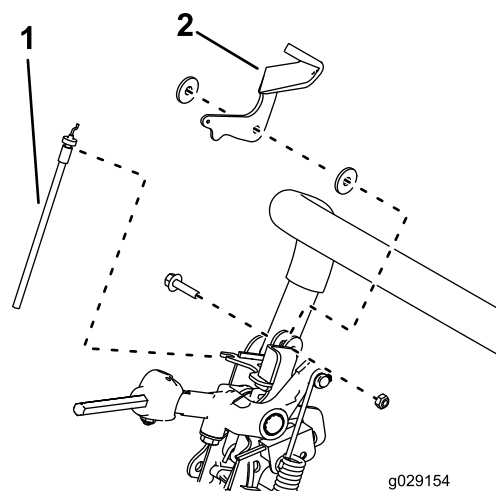

Figura 4
8. Rimuovete ed eliminate il cavo di controllo dell'acceleratore (**Figura 4**).
9. Rimuovete ed eliminate la leva dell'acceleratore, ma conservate la bulloneria di montaggio (**Figura 4**).